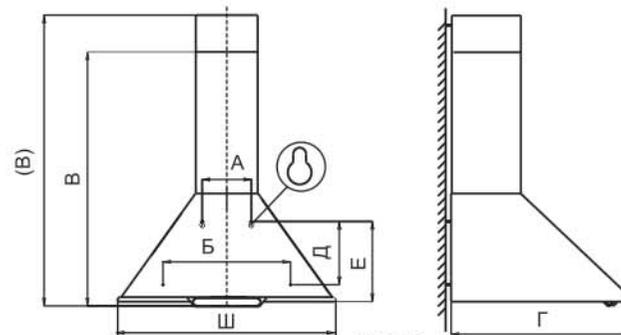

РИС. 2
- 6.1 Крепление вытяжного зонта (рис.2):